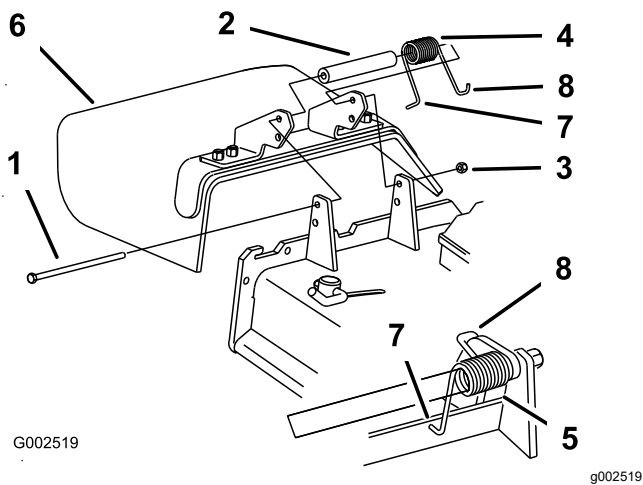

Figura 17
1. Retire el conducto de descarga lateral de la carcasa de corte (Figura 17).